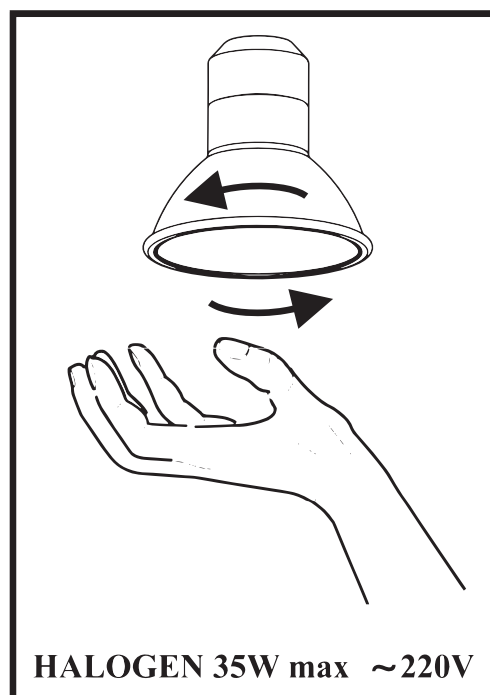

Рис.7
8.9 На вытяжке установлены **HALOGEN** лампы подсветки рабочей зоны плиты. Перед началом замены ламп освещения необходимо отключить вытяжку от электросети, дать возможность охладеть лампам. Для замены лампы необходимо снять фильтры, отжать держателя патрона на себя, чтобы лампа вышла из корпуса вытяжки, удерживая держателя патрона, слегка надавить на лампу у направлении патрона и, повернул ее против часовой стрелки, вынуть (**рис.7**). Вместо нее необходимо установить новую с теми же характеристиками и установит фильтры.